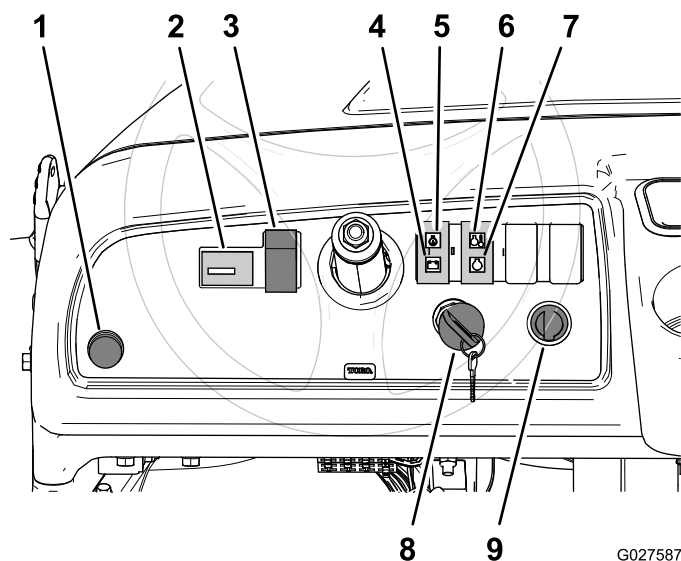

Рисунок 6
Кнопка звукового сигнала находится в нижнем левом углу приборной панели (Рисунок 6). Нажмите кнопку для подачи звукового сигнала.
Переключатель фар расположен слева от рулевой колонки (Рисунок 6). Используйте его для включения фар. Нажмите переключатель вверх для включения фар или вниз для их выключения.
Счетчик моточасов расположен слева от переключателя фар (Рисунок 6). Используйте счетчик моточасов, чтобы определить общую наработку двигателя в часах. Счетчик часов работы начинает отсчет, как только ключ зажигания поворачивается в положение ВКЛ. (ON), а также активен при уже работающем двигателе.
Индикатор аккумулятора расположен справа от рулевой колонки и над индикатором масла (Рисунок 6). Индикатор аккумулятора загорается на несколько секунд при первом запуске двигателя, затем выключается, когда двигатель начинает работать. Если индикатор аккумулятора горит, когда двигатель работает, то генератор, аккумулятор или электрическая система повреждены.
Индикатор давления масла двигателя расположен справа от рулевой колонки, под индикатором аккумуляторной батареи (Рисунок 6). Индикатор давления масла двигателя предупреждает оператора в случае падения давления масла ниже безопасного значения, необходимого для работы двигателя. Если индикатор загорается и не гаснет, заглушите двигатель и проверьте уровень масла. При необходимости, долейте масло в двигатель; см. Проверка уровня масла в двигателе \(страница 25\).
Индикатор температуры охлаждающей жидкости двигателя расположен справа от индикатора аккумуляторной батареи и индикатора давления масла двигателя, над индикатором запальной свечи (Рисунок 6). Индикатор температуры охлаждающей жидкости двигателя предупреждает оператора о слишком высокой температуре охлаждающей жидкости, при которой не разрешается продолжать эксплуатировать двигатель (двигатель перегревается). Остановите двигатель и дайте машине остыть. Проверьте уровень охлаждающей жидкости и ремни привода вентилятора и водяного насоса. При необходимости долейте охлаждающую жидкость в бак и замените любые изношенные, поврежденные или проскальзывающие ремни.
Индикатор запальной свечи расположен справа от индикатора аккумуляторной батареи и индикатора давления масла двигателя, под индикатором температуры охлаждающей жидкости в двигателе (Рисунок 6). Индикатор запальной свечи загорится при повороте ключа зажигания в положение ВКЛ. (ON) и холодном двигателе. Этот индикатор указывает на то, что свечи зажигания включены.
Выключатель зажигания расположен справа от рулевой колонки и под индикатором аккумуляторной батареи, индикаторами давления масла в двигателе, температуры охлаждающей жидкости в двигателе, запальных свечей (Рисунок 6). Используйте выключатель зажигания для запуска и остановки двигателя. Выключатель имеет три положения: ВЫКЛ. (OFF), ВКЛ. (ON) и ПУСК (START).
Электрическая розетка расположена справа от выключателя зажигания (Рисунок 6). Используйте электрическую розетку для питания дополнительных 12-вольтовых электрических устройств.